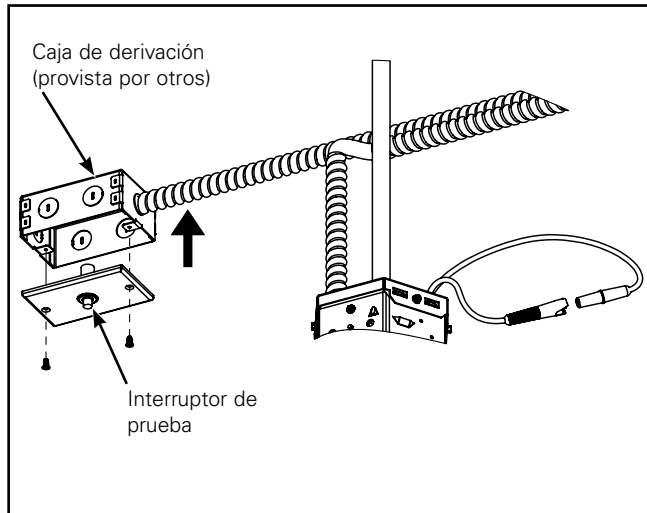

Figura 7.
4. Conecte los cables del interruptor de prueba a los cables del paquete de baterías y fije la placa montada del interruptor de prueba a la caja de derivación (no suministrada). Conecte según el código. (Figura 7).